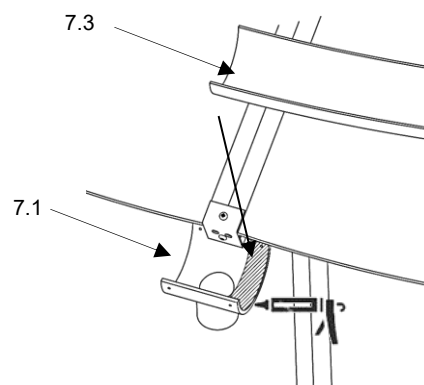

Abb.47
- i** Detail E: Zuerst beide Rinnenhalter mit Silikon abdichten! (Abb. 47)